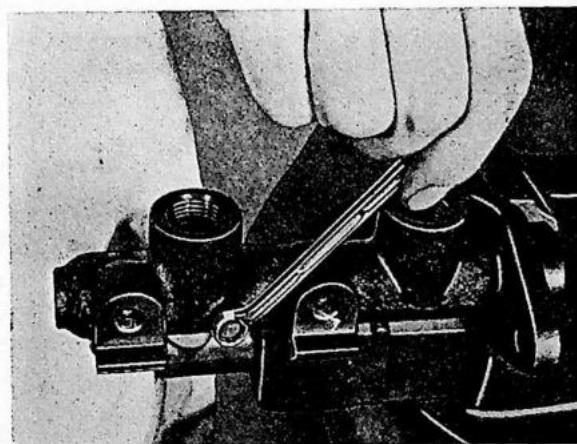

Fig. 5-38. Het verwijderen van de aanslagbout
3. Verwijder de stoplichtschakelaar, indien deze op de hoofdcylinder gemonteerd zit. Draai de aanslagbout (Fig. 5-38) eruit. Verwijder de borgveer van de primaire zuiger met behulp van een borgveertang. Verwijder de zuigers. Indien het niet mogelijk is om de sekundaire zuiger eruit te schudden, kan deze verwijderd worden door lucht in het gat voor de stoplichtschakelaar te blazen.